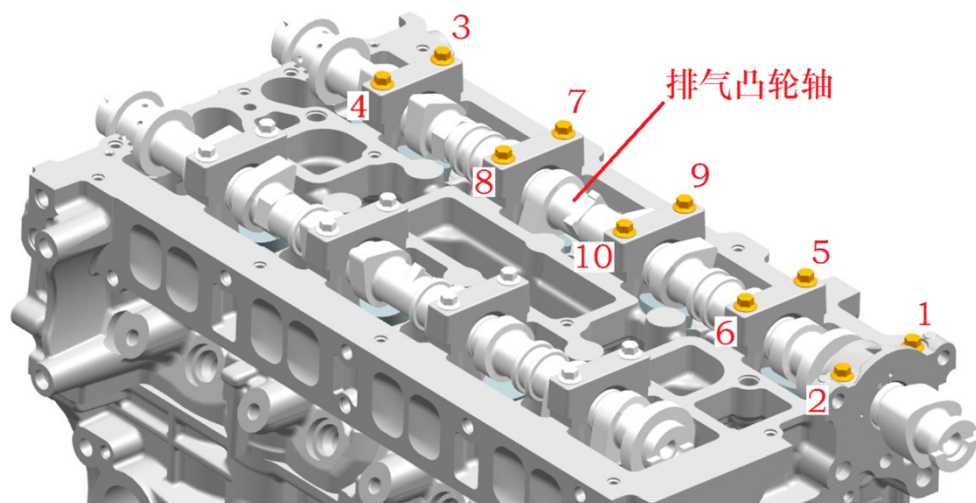

图 9.2
- 4、按下图 9.2 所示顺序卸下凸轮轴轴承盖Ⅱ、凸轮轴轴承盖Ⅲ，取下排气凸轮轴。